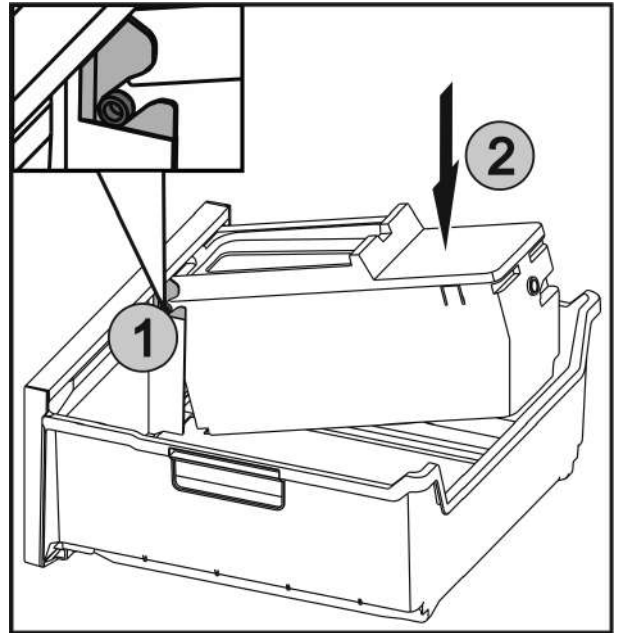

Fig. 42
- ▶ Вставити осі Fig. 42 (1) на EasyTwist-Ice у напрямки та натискати на задню сторону Fig. 42 (2) до фіксації накладки.